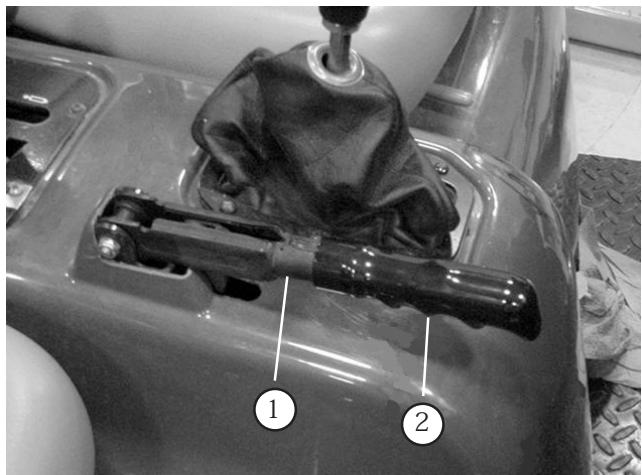

図65
1. 駐車ブレーキ・レバーのゴム製グリップをはずす(図65)。